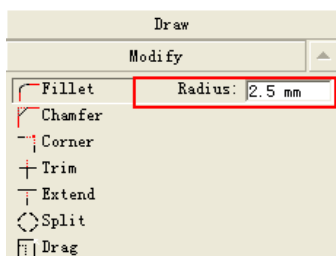
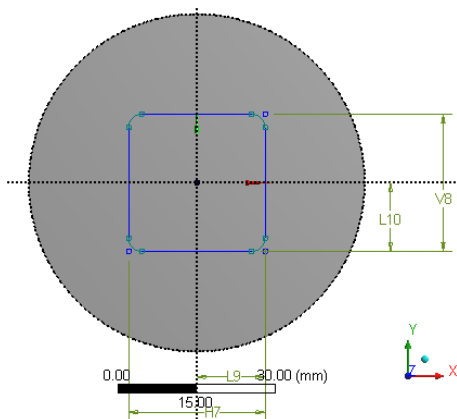

图 2-51 圆角命令
图 2-52 圆角效果
- 步骤 05** 选择 Modify (修改) 面板中的 **Fillet** (圆角) 命令, 在其后面的参数 Radius 中设置尺寸为 2.5mm, 如图 2-51 所示, 单击两两相邻的直线, 即可将四边形的四个角绘制成为圆角, 如图 2-52 所示。